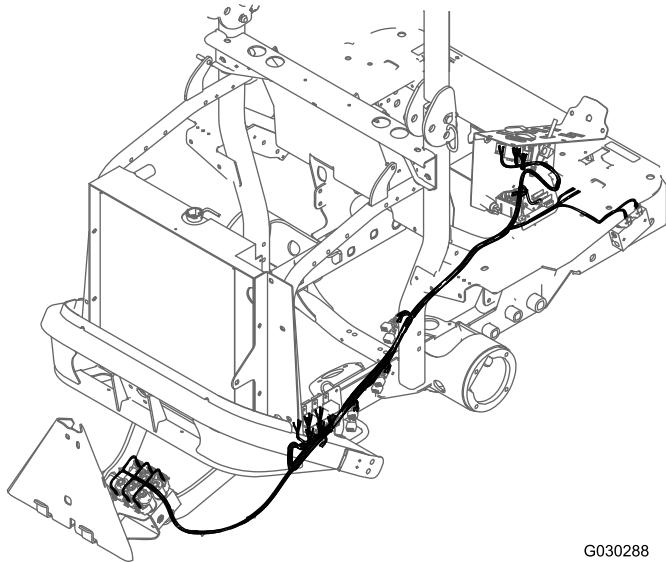
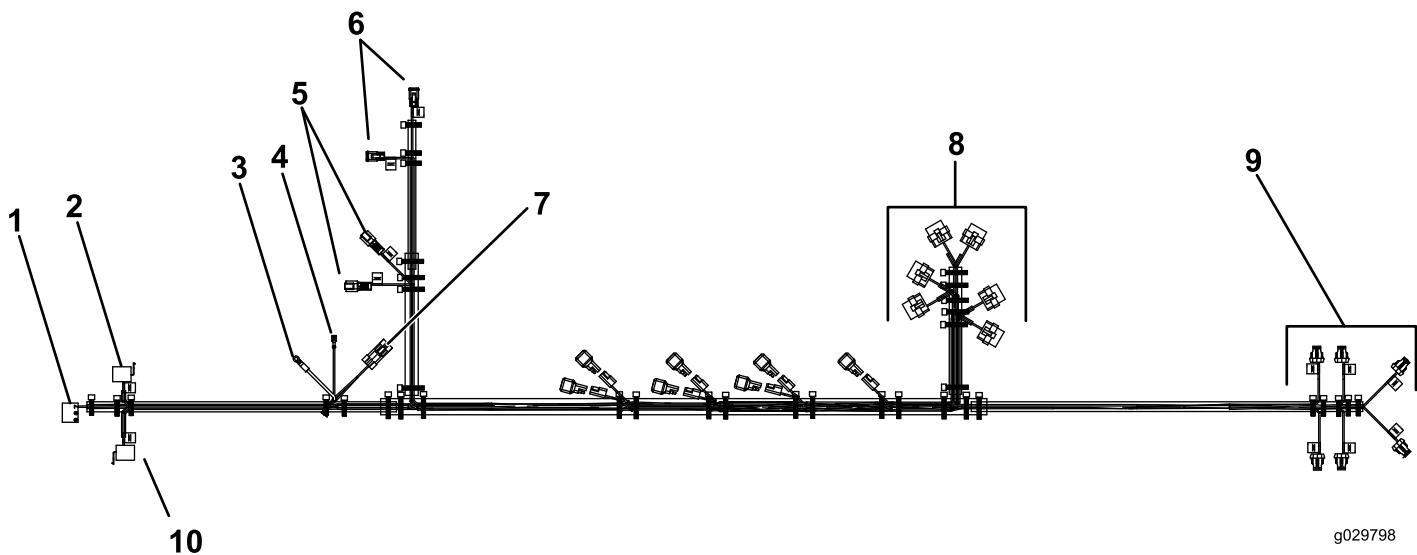

Bild 30
Bild 31
2. Verlegen und schließen Sie den Kabelbaum (Bild 30 und Bild 31) an den folgenden Stellen an:
- Relais (6) an der Relaihalterung